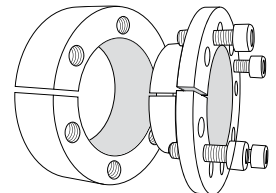

Figura 6.
2. Apriete gradualmente los tornillos hasta separar las 2 piezas. (Figura 6)